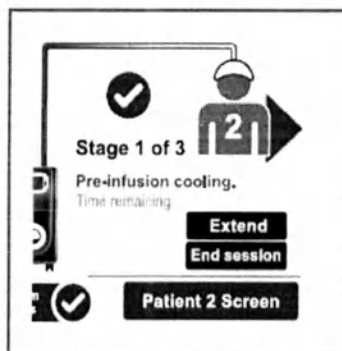

Рис. 34.
- Для запуска процесса охлаждения перед введением нажмите кнопку **Continue** (Продолжить), как показано на рис. 34. Данное действие активирует насос и запускает циркуляцию хладагента по шапочке. Шапочка слегка раздуется, и температура в ней начнёт понижаться. Пациент почувствует холод довольно быстро. В течение первых 10 минут он может испытывать некоторый дискомфорт от холода, но это быстро пройдет, как только пациент привыкнет к ощущению охлаждения.
- Будет активирован таймер обратного отсчёта, отображая время, оставшееся для этапа 1. См. рис. 34. Продолжительность охлаждения на этапе 1 составляет 30 минут. Для пациентов с густыми волосами стандартное время охлаждения на этапе 1 может быть увеличено